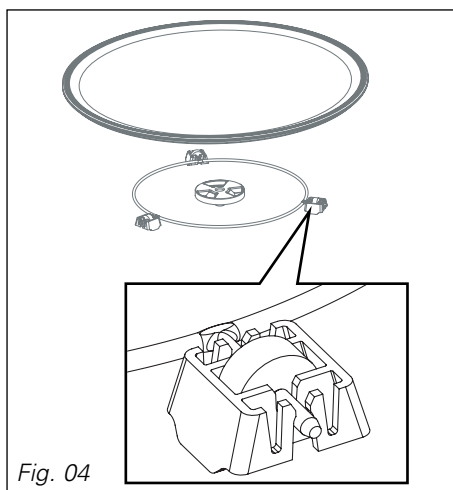

Fig. 04
• **De aandrijver:** hierdoor draait het glazen draaiplateau (Fig. 04).
• **De drager met wieltjes:** De wieltjes moeten beslist in de goede richting staan (Fig. 04).